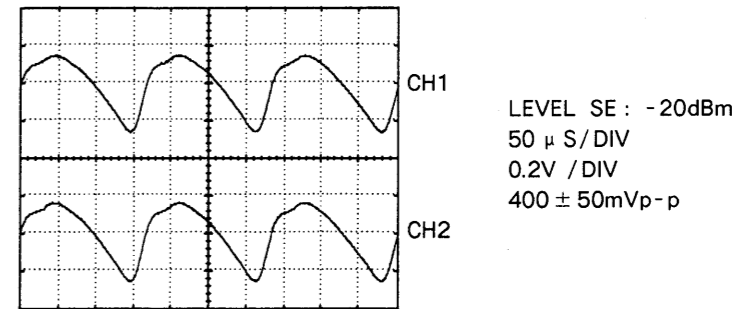

Fig.4 (図4)
- b). Check whether a 6 kHz triangle wave is output when you touch the probe to the measuring device. (see Fig.4)
- b). 測定用治具にプローブをあてた時、三角波 6kHzが出力されているかどうか確認して下さい。(図4参照)